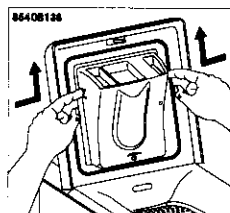
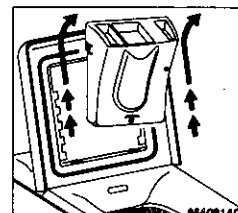

Abb.1
Abb.2
Drücken Sie auf die Markierungen links und rechts des Waschmittelfaches und ziehen Sie diese gleichzeitig nach oben (Abb.1 und Abb.2).
- Packen Sie das Gerät aus. Kippen Sie das Gerät nach hinten. Drehen Sie eine der hinteren Ecken um ein Viertel. Das Gerät wird dadurch aus der Styroporboden-Verpackung gelöst. Nehmen Sie die Verpackung weg (Abb.1).
- Gerätedeckel öffnen und die Transportsicherung (Polystyrolblock, schwarzer Randstreifen und roter Plastikkeil) entfernen. Gerätedeckel schließen (Abb.2).